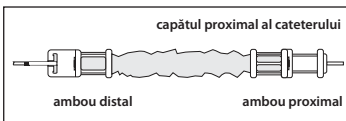

Figura 4
- Introduceți vârful cateterului dorit prin capătul proximal al ecranului anticontaminare al cateterului. Avansați cateterul prin tubulatură și ambou la capătul lălalalt (consultați Figura 4).